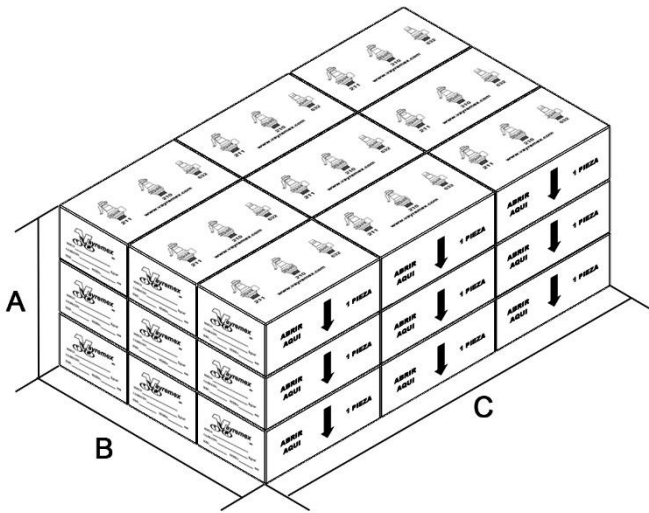

Fig.3 Orientación correcta de acuerdo al empaque original y adecuada forma de estibar.
5. Cuando se almacene o transporte más de una válvula está permitido estibar una sobre otra, respetando los valores de acuerdo al modelo de la tabla 3, sin rebasar los valores máximos y orientando la caja correctamente. (Fig.3)